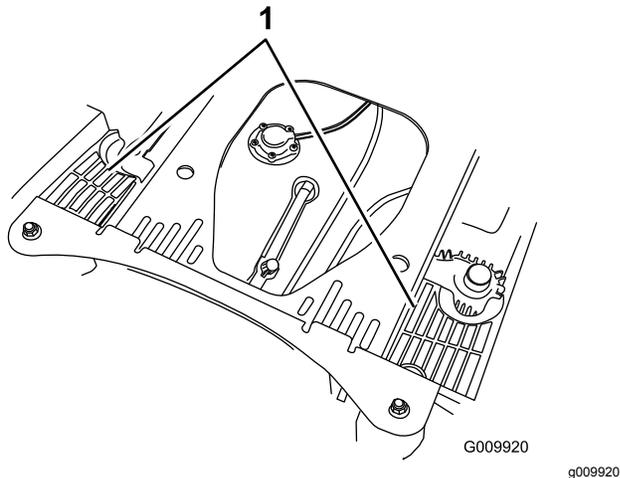

Figura 80
4. Limpie cualquier residuo o hierba de las cubiertas de la unidad hidráulica (Figura 80).